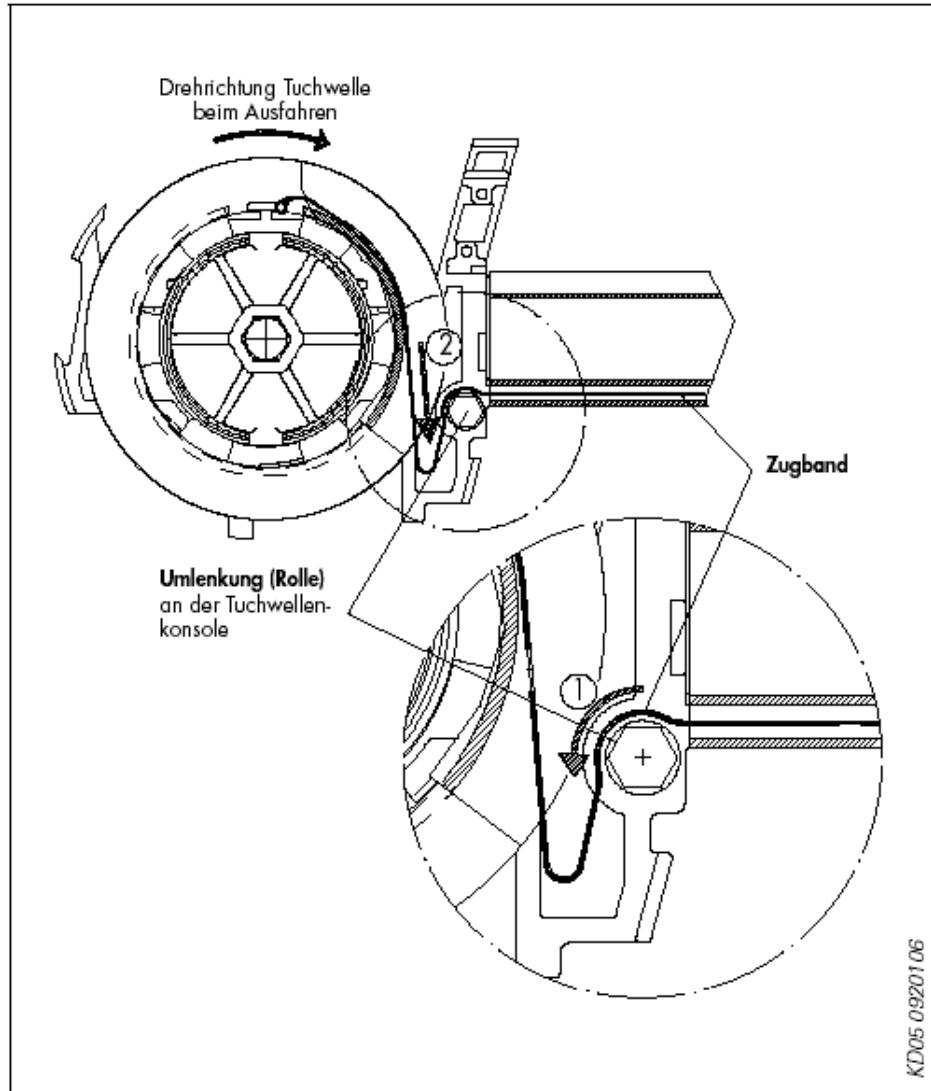

Bild 6: Zugbandumlenkung
- Fahren Sie nun mit der Montage der Wiga-Markise gemäß Montageanleitung W4 fort. Siehe Hinweise ab Bild 6.
! Wichtig! Zugbänder müssen über den Umlenkungen (Rollen) an den Tuchwellenkonsolen liegen (Bild 6. Detail: Pfeil 1).
Führen Sie mit einem Schraubendreher das Zugband zwischen den Flanschen der Zugscheibe und der Umlenkung (Rolle) an der Tuchwellenkonsole nach unten (Bild 6. Pfeil 2).